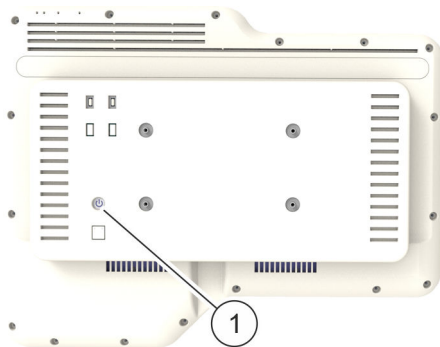

Abb. 7: Ein-/Ausschalter am Terminal
2. → Wenn tatsächlich ein Systemfehler vorliegt, Terminal am Ein-/Ausschalter an der Rückseite des Terminals (Abb. 7/1) aus- und wieder einschalten.